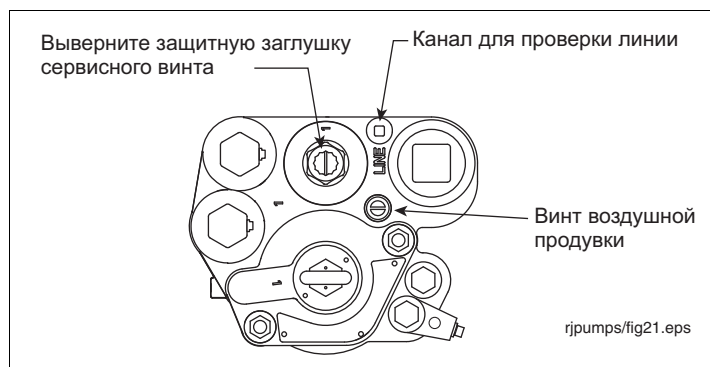

Рис. 24. Местоположения сервисного винта, канала проверки линии и винта воздушной продувки
- Выверните заглушку канала проверки линии (см. рис. 24). Подайте в канал проверки линии испытательное давление (максимум 50 фунтов на кв. дюйм [345 кПа]).
- Поверните винт воздушной продувки на 2–3 оборота против часовой стрелки (см. рис. 24).
1. Снимите и отложите защитную заглушку сервисного винта и поверните его по часовой стрелке (см. рис. 24). Когда винт приблизится к нижнему положению, начнется сброс давления из системы (это можно определить на слух). Продолжайте вращать винт до упора.
5. Поверните винт воздушной продувки на 2–3 оборота против часовой стрелки (см. рис. 24).